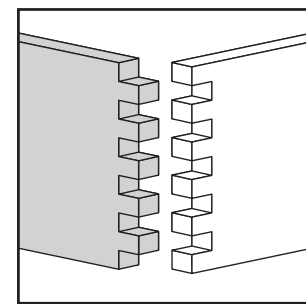

Fig. 6
Un joint semblable, appelé le joint d'emboîtement (Fig. 6), possède des protubérances droites, appelées des doigts, et ce, sur les deux (2) planches. Ce joint est utilisé pour la fabrication des boîtes à bijoux et autres petites boîtes. Le joint d'emboîtement est solide, car sa surface est suffisamment large pour être collée.